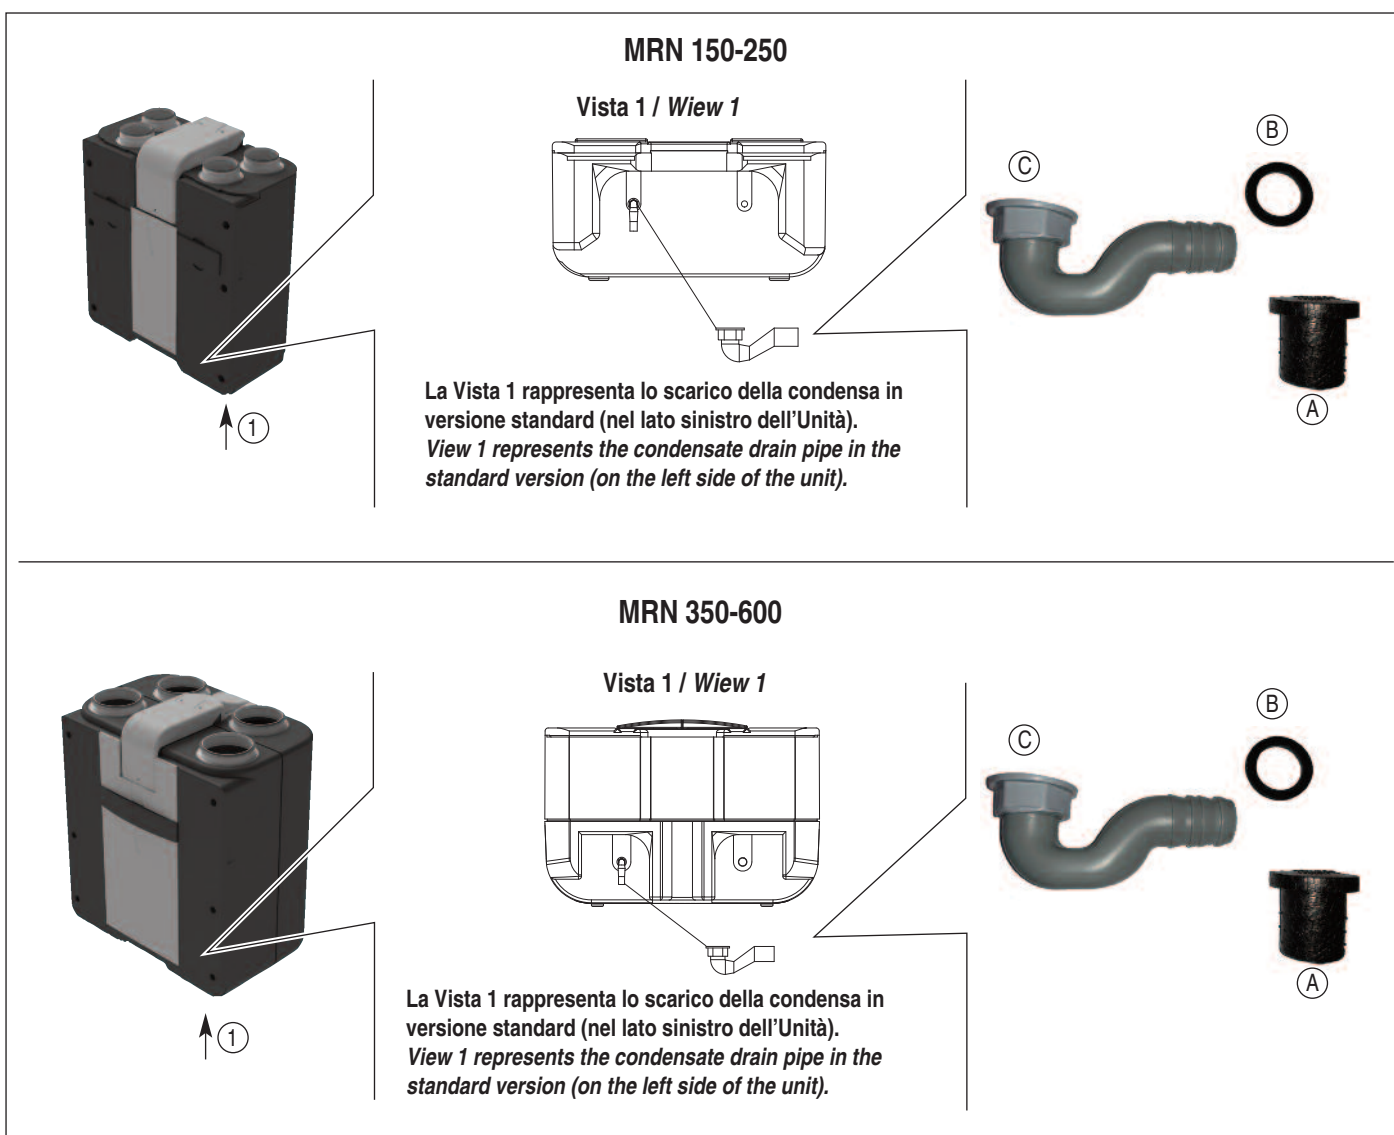

fig. 2
- Il sistema di evacuazione della condensa comprende, un adeguato sifone (fig. 2), sia per consentirne il deflusso in condizioni di possibile depressione, sia per evitare l'ingresso di odori indesiderati.
- *The condensate evacuation system includes an appropriate siphon (fig. 2), both to allow it to flow in conditions of possible depression, and to avoid the ingress of unwanted odors*
- Togliere il tappo di copertura (A fig. 2).
- Inserire l'O-Ring (B fig. 2) nel tubo filettato predisposto nella macchina, nel lato inferiore come da vista 1.
- Avvitare a fondo il sifone (C fig. 2) nel tubo filettato.
- Remove cover plug (A in fig. 2).
- Well screw siphon (C in fig. 2) in threaded connection.